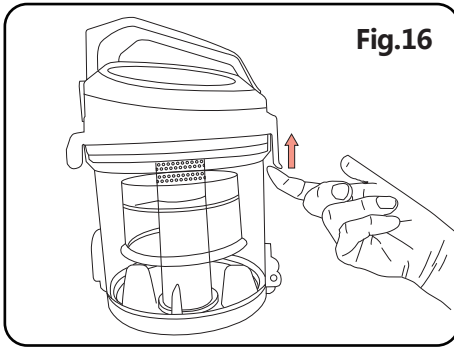

Fig.16
- (3) Zoals in fig.16, draai het HEPA filter, om het de verwijderen van de stofbakafdekking.
(3) Comme indiqué sur la fig.16, tournez l' anneau du filtre HEPA pour le séparer du compartiment.
(3) Como na fig.16, rode a tampa HEPA para separá-la da tampa da câmara.